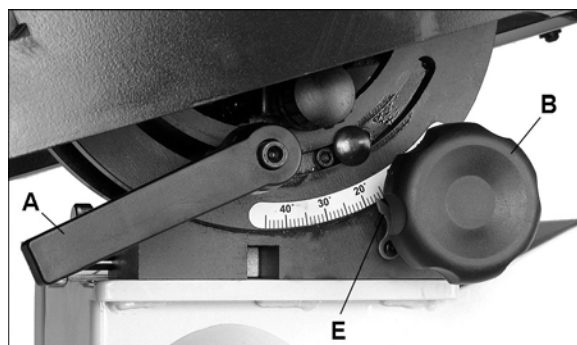
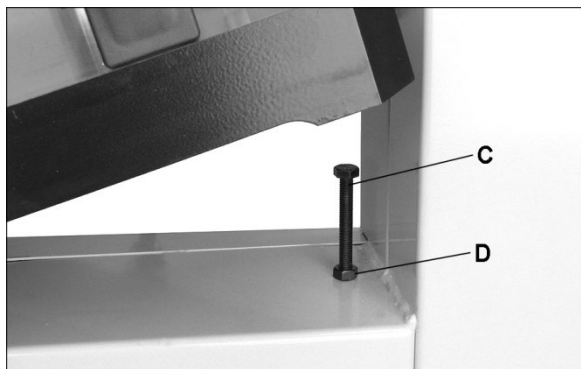

Рис. 15.
Рис. 16.
См. Рис. 15.
1. Ослабьте ручку фиксации (A).
2. Для наклона стола вправо (если смотреть со стороны оператора или передней части станка) до 45° , поворачивайте ручку (B) против часовой стрелки, при этом подталкивая стол в нужном направлении. Для точной регулировки используйте ручку (B).
3. Для наклона стола влево (если смотреть со стороны оператора или передней части станка) ослабьте ручку фиксации (A) и поверните ручку (B) по часовой стрелке на один или два оборота, чтобы ослабить давление на упорный болт (показан на Рис. 16). Выкрутите упорный болт и поворачивайте ручку, чтобы наклонить стол влево до 15° .
4. Для завершения регулировки затяните ручку фиксации (A).
См. Рис. 16 и 17.
5. Если стол не перпендикулярен пильному полотну, ослабьте контргайку (D, Рис. 16) с помощью 13 мм гаечного ключа, затем отрегулируйте упорный болт. Закручивайте/откручивайте болт до тех пор, пока не исчезнет просвет между угольником и полотном.
6. Затяните гайку (D), чтобы зафиксировать положение стола.
7. Затяните ручку фиксации (A).
8. Проверьте, чтобы указатель шкалы (E, Рис. 15) располагался на нуле. При необходимости ослабьте винт указателя и сдвиньте его на ноль. Снова затяните винт.